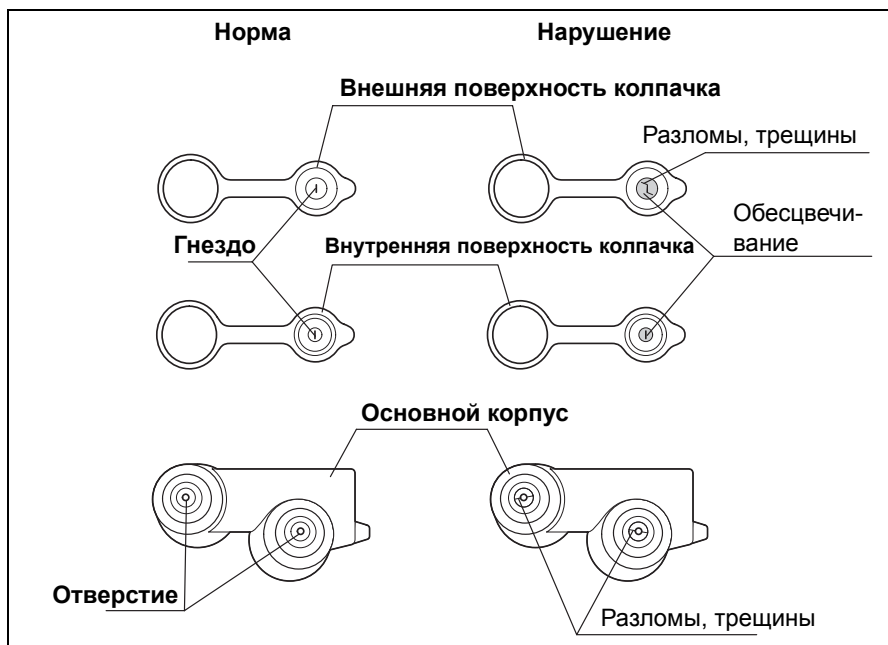

Рисунок 3.6.
1. Убедитесь в том, что гнезда и отверстия на клапанах для биопсии не имеют разломов, трещин, деформаций, обесцвечивания и других повреждений (ñì. Рисунок 3.6.).